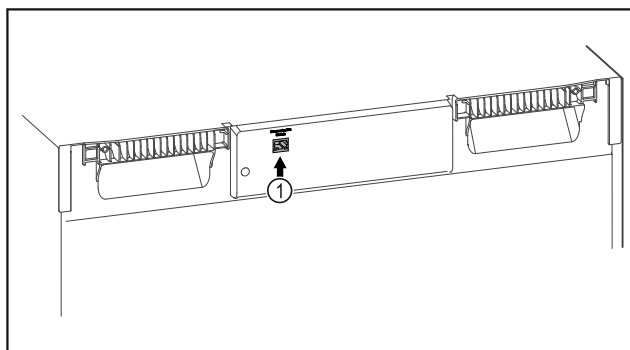

Fig. 107
- ❑ Le SmartModule Fig. 107 (1) est installé.